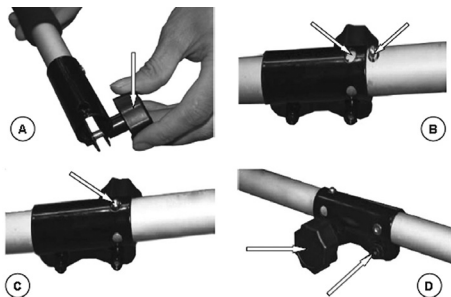

Рис. 5. Установка нижней штанги
4. Установите нижнюю штангу. Для этого открутите на соединительной муфте винт с барашковой головкой на несколько оборотов (Рис. 5А). Установите нижнюю штангу в соединительную муфту. Совместите защелку на штанге с отверстием в муфте (Рис. 5В). Зафиксируйте защелку в отверстии муфты (Рис. 5С). Закрутите винт с барашковой головкой (Рис. 5D). После сборки проверьте узел на отсутствие люфта. При необходимости, дополнительно затяните второй винт соединительной муфты с помощью шестигранного ключа.